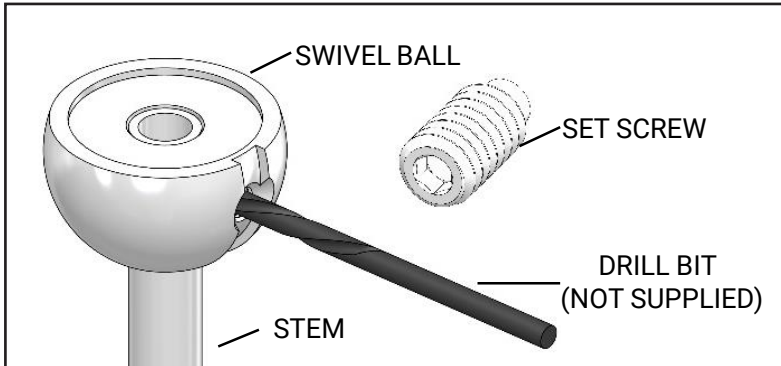

Figura 2
1. Afloje el **tornillo de sujeción** en la pieza de fundición y gire la **bola giratoria** 180° colocando el **tornillo de sujeción** en el orificio que recién realizó para la alineación (Figura 2).
2. Realice un segundo orificio de 1/8" en la **varilla** que atraviese el orificio roscado opuesto (Figura 2).
3. Desbarbe cualquier borde afilado que pueda haber quedado en el interior de la **varilla** al realizar el orificio (Figura 2).